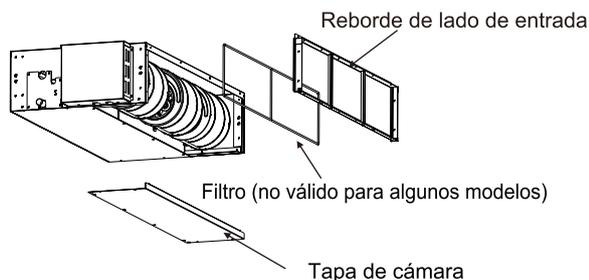
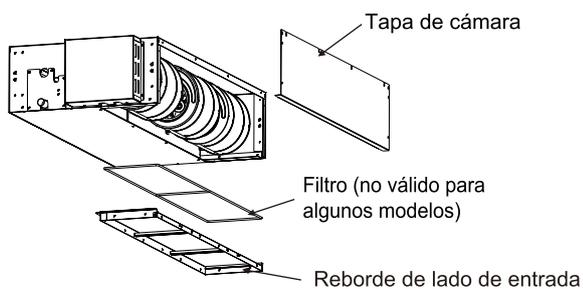

Fig. 3.1.2
Fig. 3.1.3
- Se garantiza un espacio suficiente para el mantenimiento y servicio (ver la Fig. 3.1.1, Fig. 3.1.2)
- (1) Quite la tapa de la cámara.
- (2) Vuelva a colocar el filtro en el lugar que se muestra en la Imagen 3.1.2. Vuelva a colocar la tapa de la cámara en el lugar que se muestra en la Imagen 3.1.3. Refiérase a la Imagen 3.1.3 para la dirección del filtro.